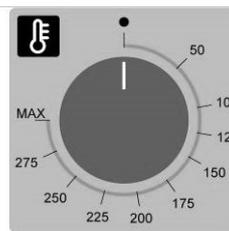

Fig. 2
**Programación del temperatura de cocción** - Gire la perilla del termostato tal de regulación (Fig. 2) en correspondencia con la temperatura de cocción seleccionada.